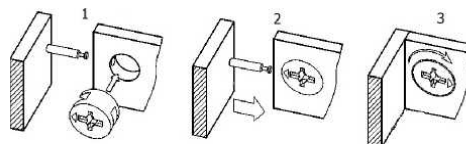

Рис. 4 - Соединение эксцентриковой стяжкой
- 2.2 Соедините царгу левую (3) и царгу правую (4) со спинкой (1) и изножьем (2) при помощи шкантов и усиленных эксцентриковых стяжек между собой, завернув эксцентрики до плотного присоединения деталей. (Рис.4).